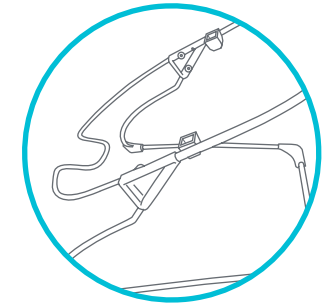

Fig. 3
- 3) • The completed frame assembly should look exactly as what is shown in (Fig 3).
- El armazón de la estructura ya completo debe verse exactamente como se muestra (Fig 3).